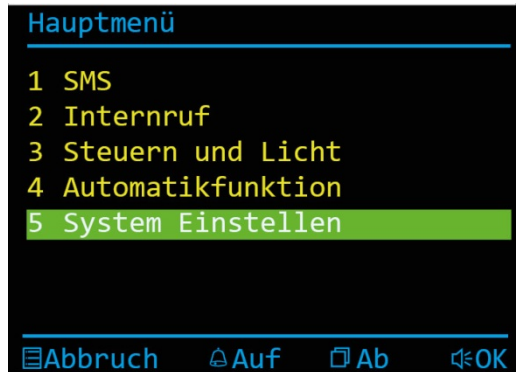

Abb. 9: Hauptmenü mit Menüpunkt Systemeinstellungen
- ▶ Drücken Sie die Menütaste  im Ruhezustand, um das Hauptmenü zu öffnen (Abb. 9).